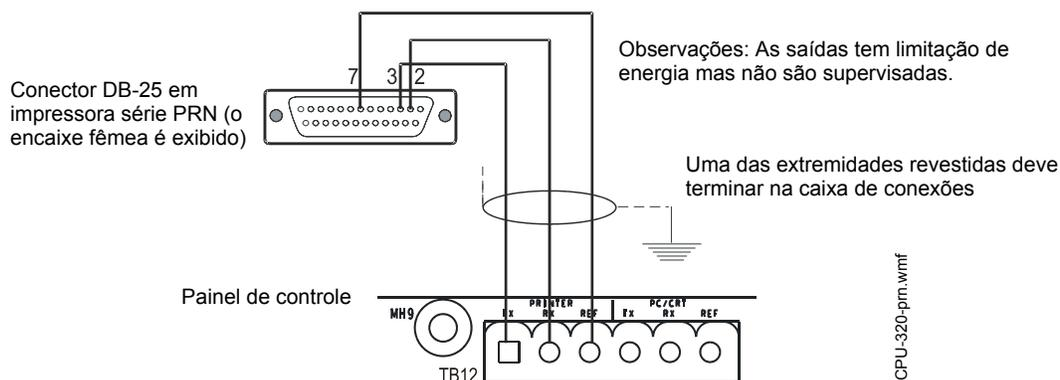

Figura 3.14 Conexões de impressora remota
1. Conectar os três (3) contactos abertos do cabo personalizado ao bloco do terminal TB12 no painel de controle, como pode observar-se na figura 3.14.